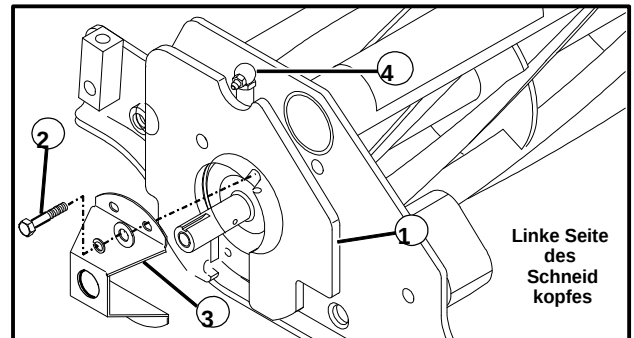

Abbildung 10
3. Die Hardware für den Anbau der Ausgleichsgewichte wird mit der Antriebseinheit geliefert und befindet sich im Werkzeugkasten über dem linken Vorderrad. Die zwei (2) 5/16-18 x 2 Schrauben und die vier Gewindelöcher am linken Ende des Schneidkopfes ausfindig machen.
4. Mit Blick auf das linke Ende des Schneidkopfes (wobei die Schmiernippel oben liegen) wird die Wellenabdeckung positioniert und zwei 5/16-18 x 2 Schrauben werden lose in den oberen rechten und unteren linken Gewindelöchern installiert (siehe Abb. 10). Zwischen der Wellenabdeckung und dem Schneidkopf genügend Platz lassen, um sieben Gewichte einzusetzen.